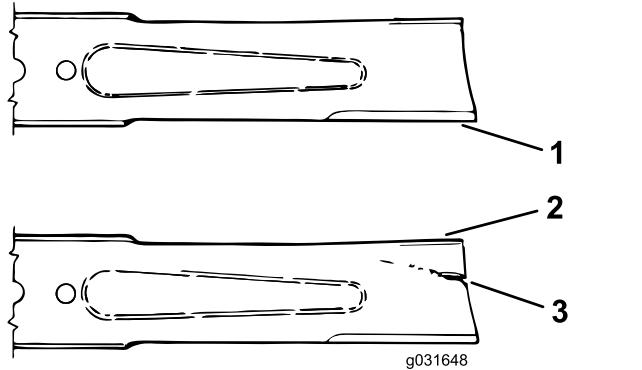

Figura 75
- Examine cuidadosamente as extremidades da lâmina, prestando especial atenção à zona onde se encontram as partes curvas e planas da lâmina (Figura 75).